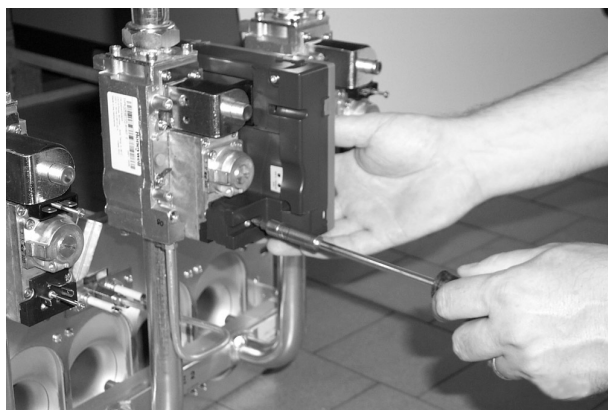
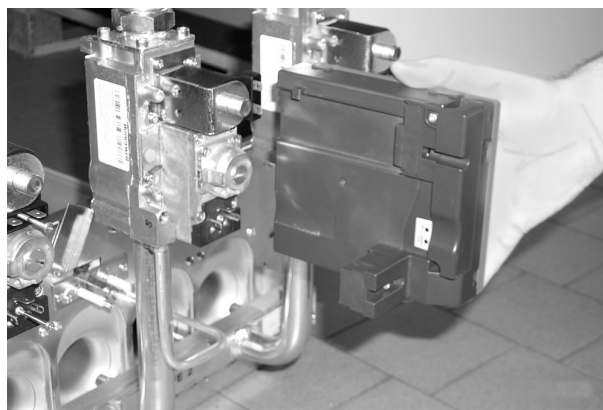

fig. 17
fig. 18
- Svitare le due viti che trattengono la centralina elettronica di controllo fiamma alla valvola gas (fig. 17) e sfilarla da quest'ultima (fig. 18).